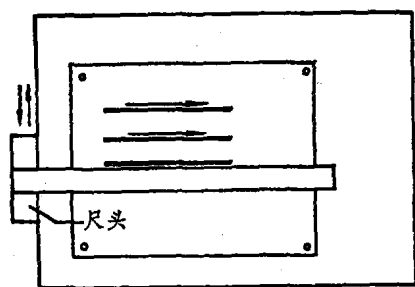
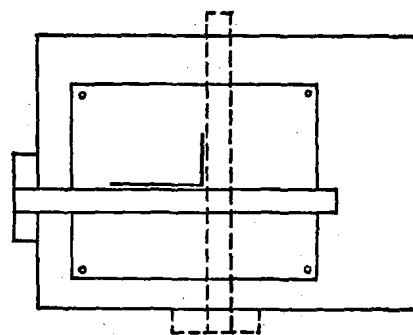

图 1-1 尺头必须在图板左边滑动
图 1-2 丁字尺不得在图板各边轮换使用
1. 尺头必须沿图板的左边缘滑动使用（图 1-1）。在画同一张图纸时，尺头不得在图板的其它各边滑动，以避免图板各边不成直角时，画出的线不准确（图 1-2）。